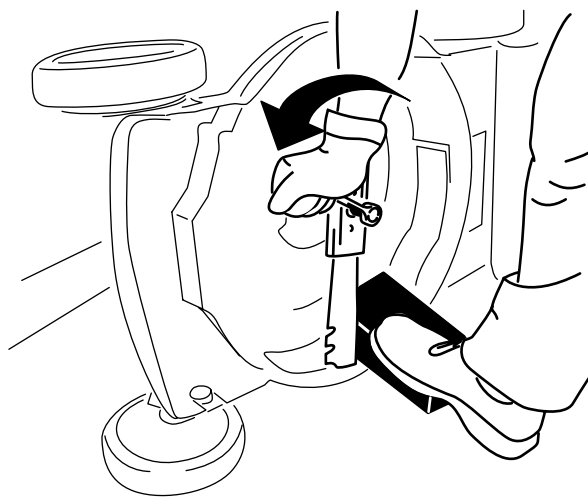

Figura 31
3. Utilice un bloque de madera para inmovilizar la cuchilla (Figura 31).
4. Retire la cuchilla, conservando todos los herrajes de montaje (Figura 31).